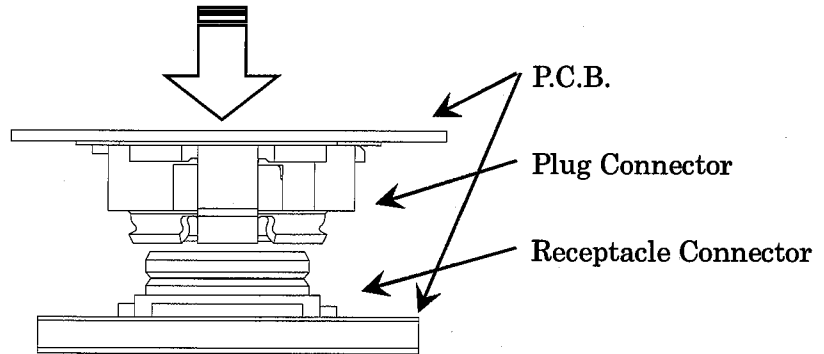

図 4 (Fig.-4)
- ・ プラグコネクタは必ず基板と垂直に挿入して下さい。(図 4)